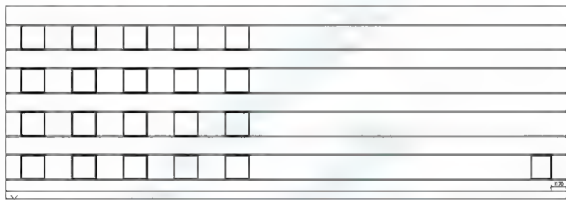

图 4.12 绘制右下角的 1500mm×1800mm 窗洞口
(1) 执行【矩形】命令绘制右下角的 1500mm×1800mm 窗洞口, 并将其线宽加粗至 50mm, 结果如图 4.12 所示。